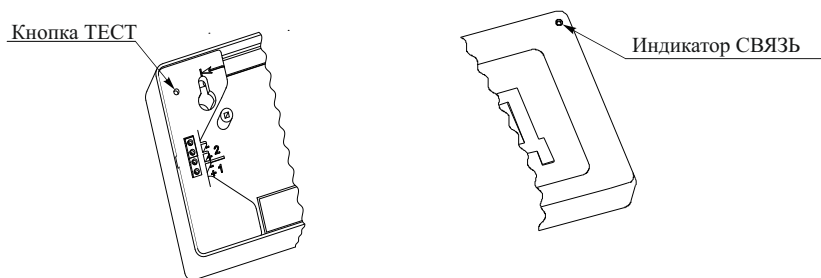

Рисунок 1
2.15 Для информации о состоянии ОПОП предусмотрен оптический индикатор СВЯЗЬ (рисунок 1). Режимы индикации приведены в таблице 1.
4.2 Контроль работоспособности ОПОП осуществляется нажатием на встроенную кнопку ТЕСТ (рисунок 1) при помощи тонкого цилиндрического предмета, например, канцелярской скрепки.